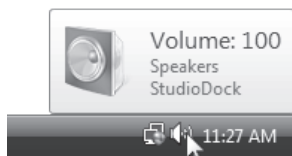

Figura 6
3. El StudioDock pasará a ser el dispositivo por defecto una vez que lo conecte y quedará en su volumen máximo. Compruebe esto pinchando sobre el icono de altavoz de la esquina inferior derecha de la pantalla. Debería ver Volume:100 y "StudioDock" (Figura 6).